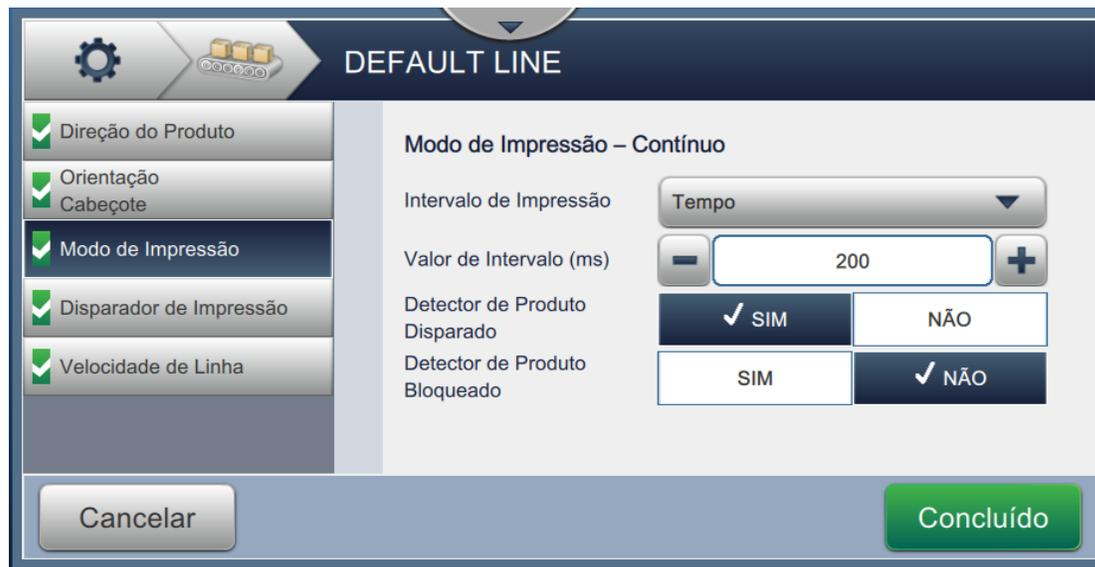

Figura 6-32: Modo de impressão – Contínuo
2. Altere os parâmetros na tela Configurações. Toque no botão  para definir o modo, como mostra a Figura 6-32.